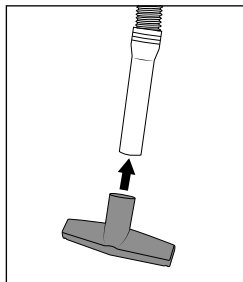

Fig. 10
- ◆ Applicare la bocchetta per imbottiture 21 al flessibile di aspirazione 23 per aspirare ad es. divani e poltrone o tende (vedere fig. 10).